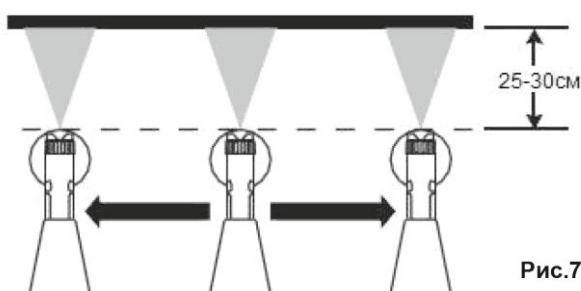

Рис.7
1. Всегда держите краскопульт параллельно горизонту и распыляйте перпендикулярно окрашиваемой поверхности с расстояния примерно 25-30 см. Выдерживайте равномерное расстояние до обрабатываемой поверхности (Рис.7). Двигайтесь краскопульт рукой, а не запястьем.